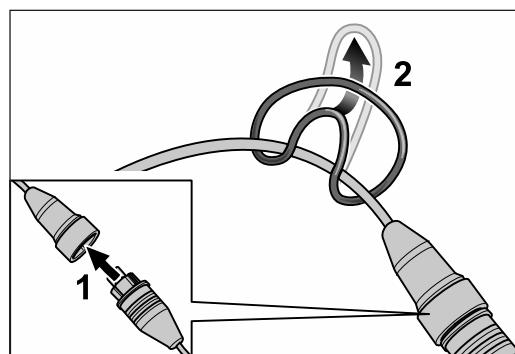
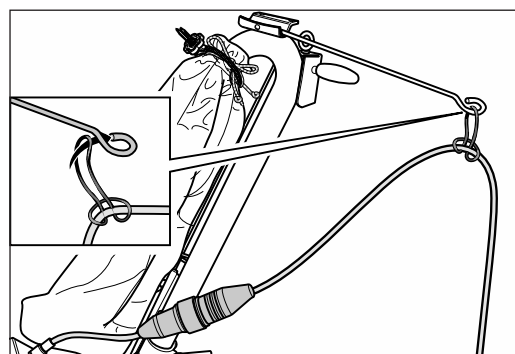

Abb. 17 Das Motorkabel mit dem Verlängerungskabel verbinden (1). Den Zugentlastungsring am Verlängerungskabel befestigen (2).
Abb. 18 Das Verlängerungskabel am Staubsack vorbeiführen und den Zugentlastungsring an der Kabelstütze einhängen.
- 2 Stecken Sie den Stecker vom Motorkabel in die Kupplung des Verlängerungskabels (Abb. 17, 1).
- 3 Befestigen Sie den Zugentlastungsring am Verlängerungskabel (Abb. 17, 2). Führen Sie das Verlängerungskabel am Staubsack vorbei und hängen Sie den Zugentlastungsring am Kabelstütze ein (Abb. 18).